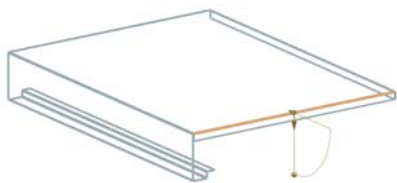

图 11-119 选择弯边
(3) 选择弯边，同时在视图区预览显示所创建的弯边，如图 11-119 所示。